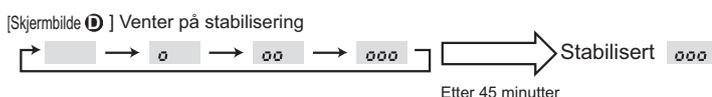

Fig. 9-3
- 3 Trykk på **FILTER**-knappen for å bekrefte. (Fig. 9-3)